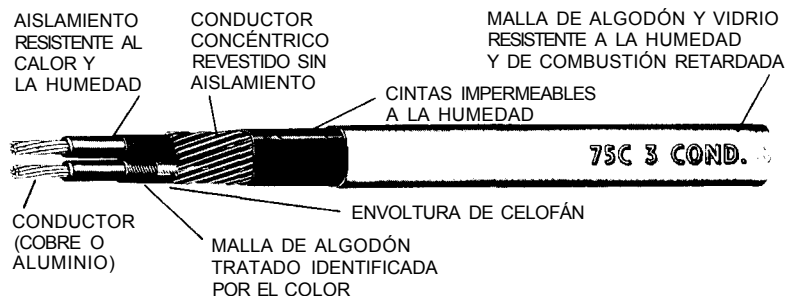

Fig. 31-4. Cable de acometida (General Electric Company).
**Cable de acometida.** Cuenta con tres conductores (Fig. 31-4), uno de los cuales, el conductor neutro, no tiene forro. Éste por lo general se compone de trenzas separadas de alambre. Cuando el cable se conecta a un punto terminal, los hilos trenzados del conductor neutro se tuercen entre sí para formar un conductor de una sola trenza.